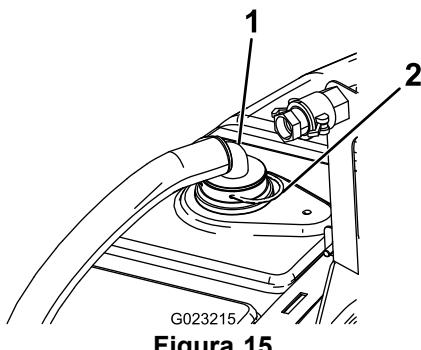

Figura 15
1. Instale a extremidade do tubo com a união de 90° ao anteparo previamente instalado, utilizando um pino de fixação (Figura 15).